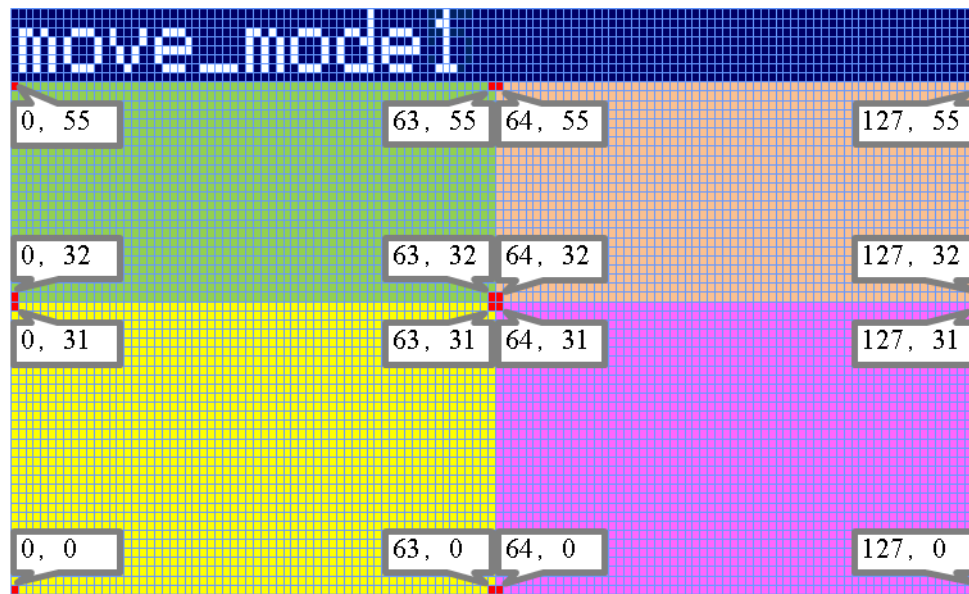

図5 各ブロックの座標範囲
- 文字列の表示位置は、各ブロックのエリア内に収まっていれば良いものとする。各ブロックの座標範囲を図5に示す。